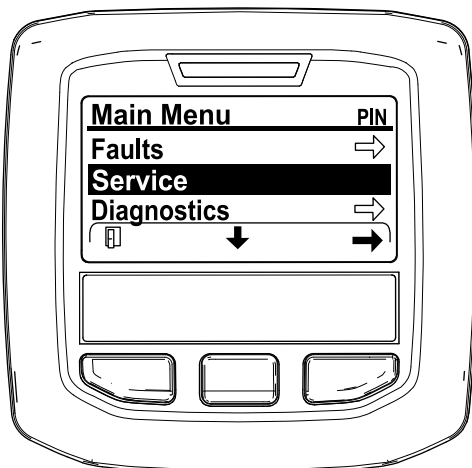

Figura 39
2. Vá até ao MENU PRINCIPAL, prima o botão central para ir até ao MENU DE MANUTENÇÃO e prima o botão direito para selecionar a opção de MANUTENÇÃO (Figura 39).